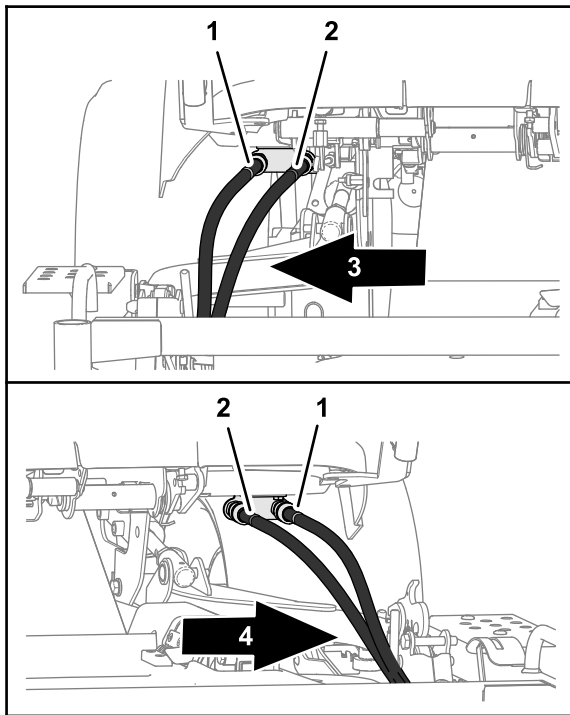

Figura 114
- Desconecte las mangueras hidráulicas de cada lado de la unidad de tracción (Figura 114).
- A. Conecte la manguera hidráulica marcada con un identificador azul en el acoplamiento de desconexión rápida hacia el interior (marcado con un identificador azul); consulte la Figura 114 en Retirada de la carcasa de corte (página 80).
- B. Conecte la manguera hidráulica marcada con un identificador rojo en el acoplamiento de desconexión rápida hacia el exterior (marcado con un identificador rojo); consulte la Figura 114 en Retirada de la carcasa de corte (página 80).